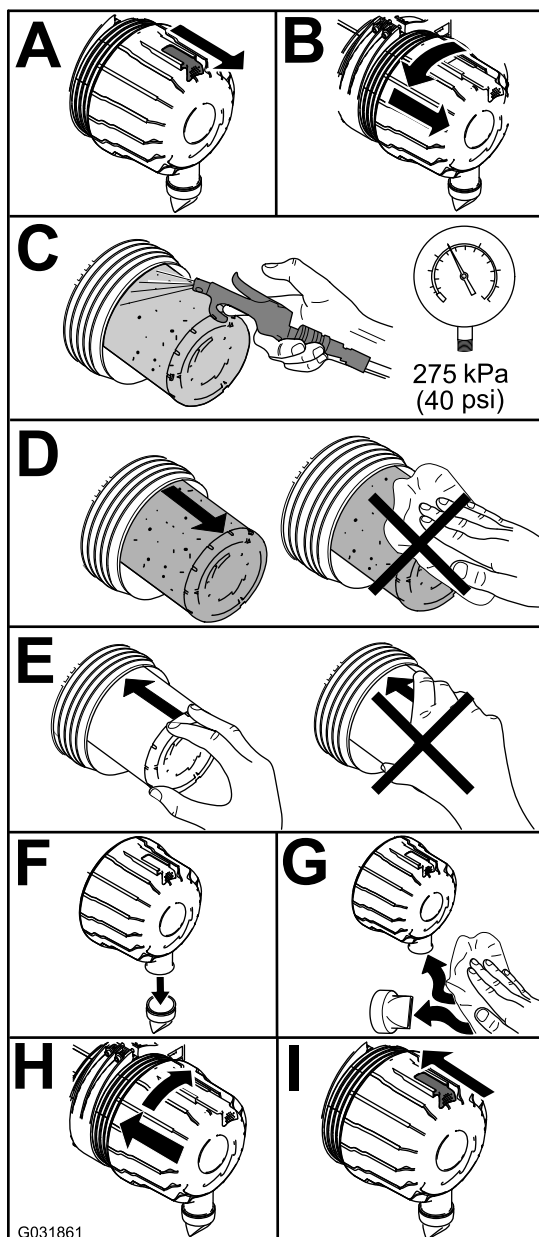

Figure 76
1. Remplacez le filtre à air (Figure 76).